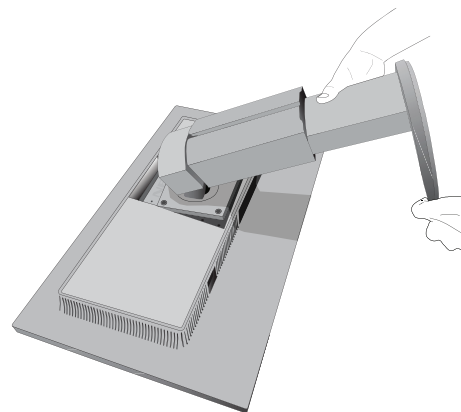

Figura S.4
6. Retire el soporte (**figura S.4**).